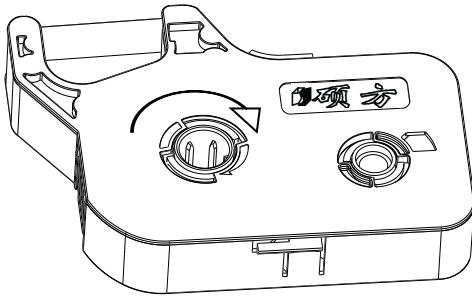

图 1 色带卷紧示意图
- (1) 见图 1,按色带盒上的箭头方向卷紧色带,使色带平展;
- (2) 使打印头处于非打印状态;